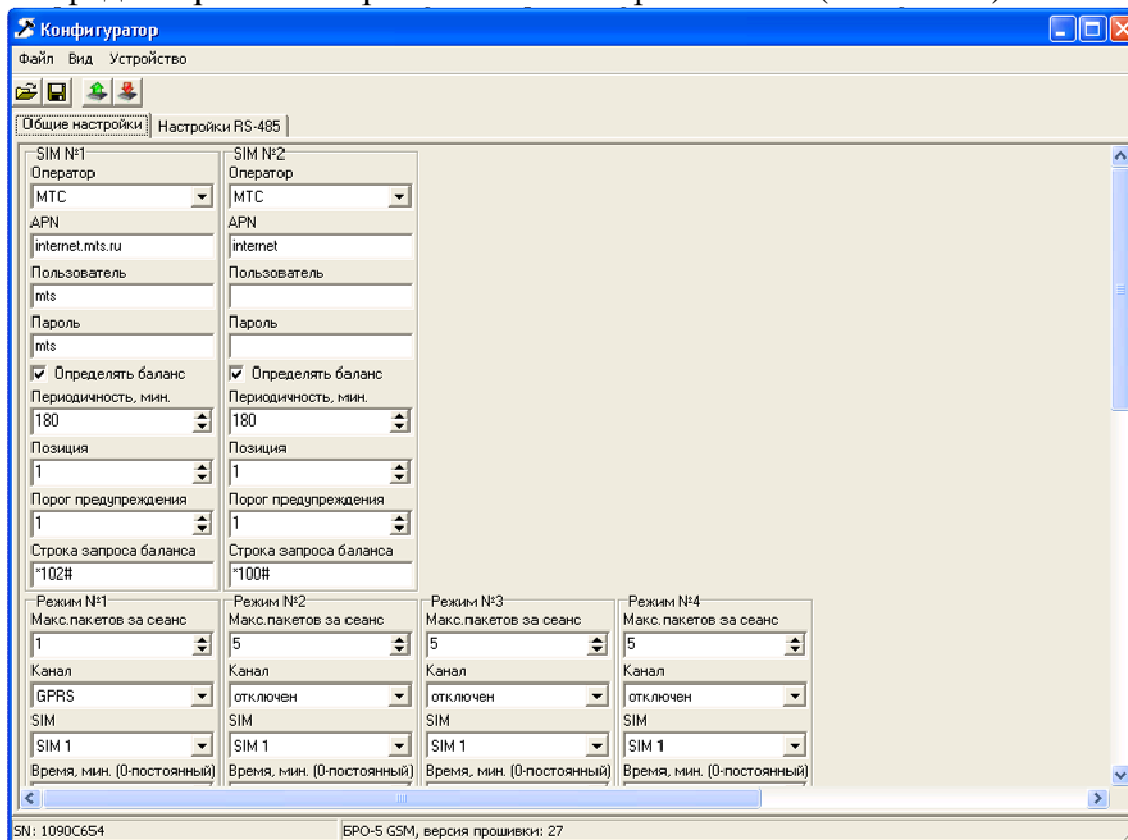

Рис.12
11) После установки связи с устройством (в нижней части окна «конфигуратор» появится серийный номер подключенного устройства и версия прошивки, а также станут активными пиктограммы «Прочитать настройки» и «Записать настройки») следует нажать пиктограмму «Прочитать настройки» или клавишу F4 и перейти к редактированию прочитанных настроек блока (см. Рис.12).